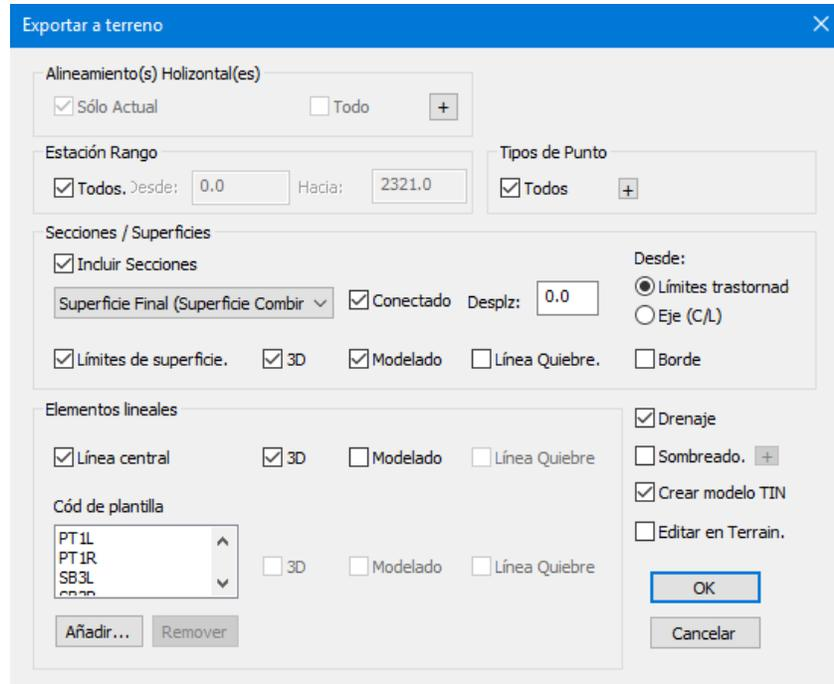

Figura 29-2: Opciones de Exportar a Terreno
3. Presione *Guardar*; el cuadro de diálogo *Exportar a Terreno* deberá parecer (Figura 29-2).